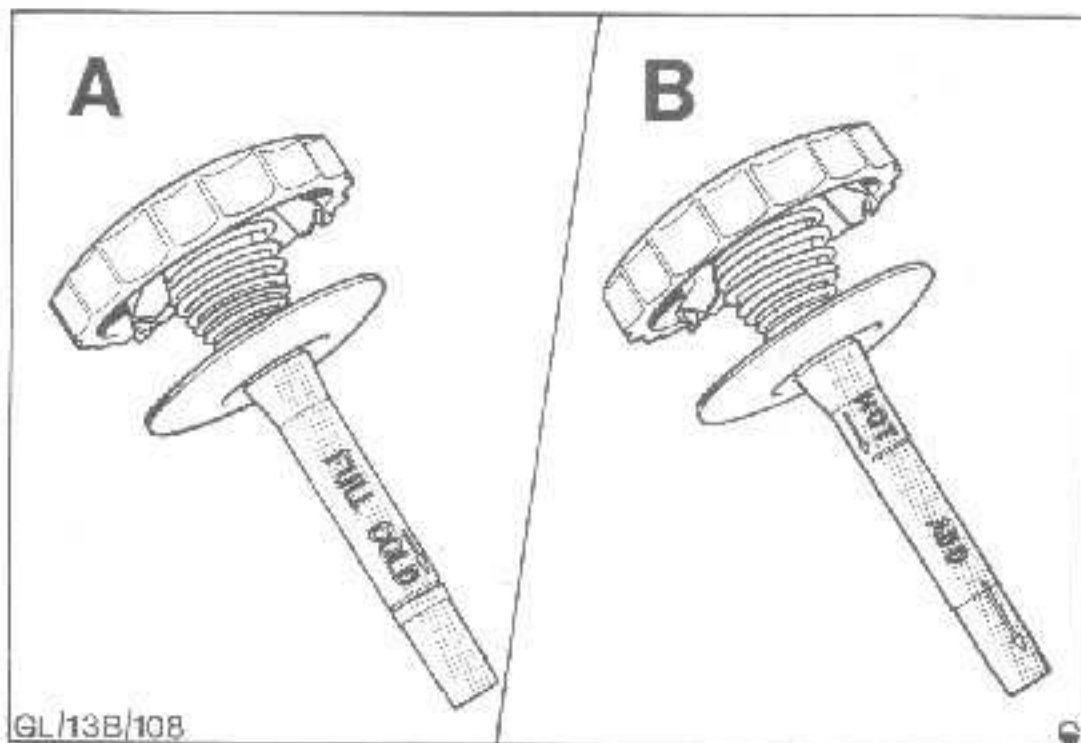

Abb.43 Meßstab - Vorratsbehälter
2. Vorratsbehälter mit sauberem, vorgeschriebenem Hydrauliköl auffüllen, Abb.43.